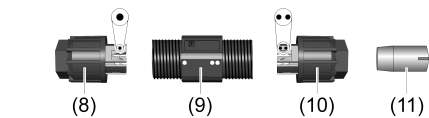

Bild 6: Anschluss-Set 50909900
- i** Zum Versiegeln der Ausgangsleitung Dichtstopfen (11) und Überwurfmutter (10) mit Zweipunkt-Markierung aus dem Anschluss-Set verwenden (Bild 6).